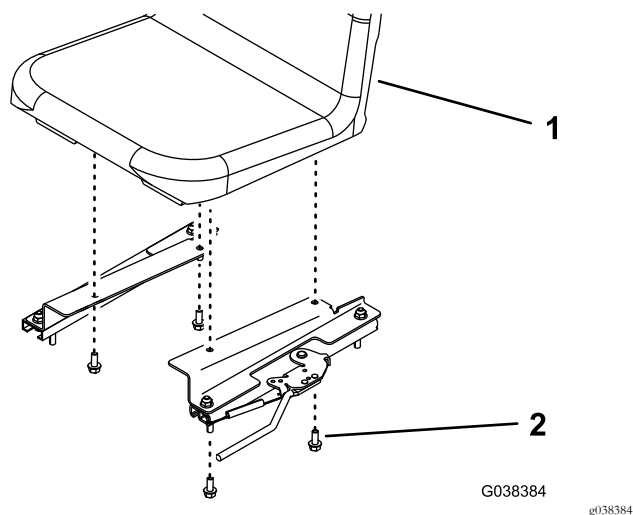

Figura 6
6. Instale o banco nos suportes do banco utilizando quatro parafusos (5/16 x 3/4 pol.) como se mostra na Figura 6.